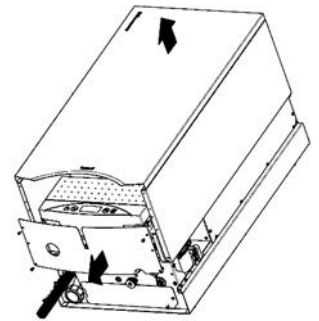

Fig. 1
- Scoateți capacul frontal al cazanului prin deșurubarea șuruburilor de fixare (fig. 1).